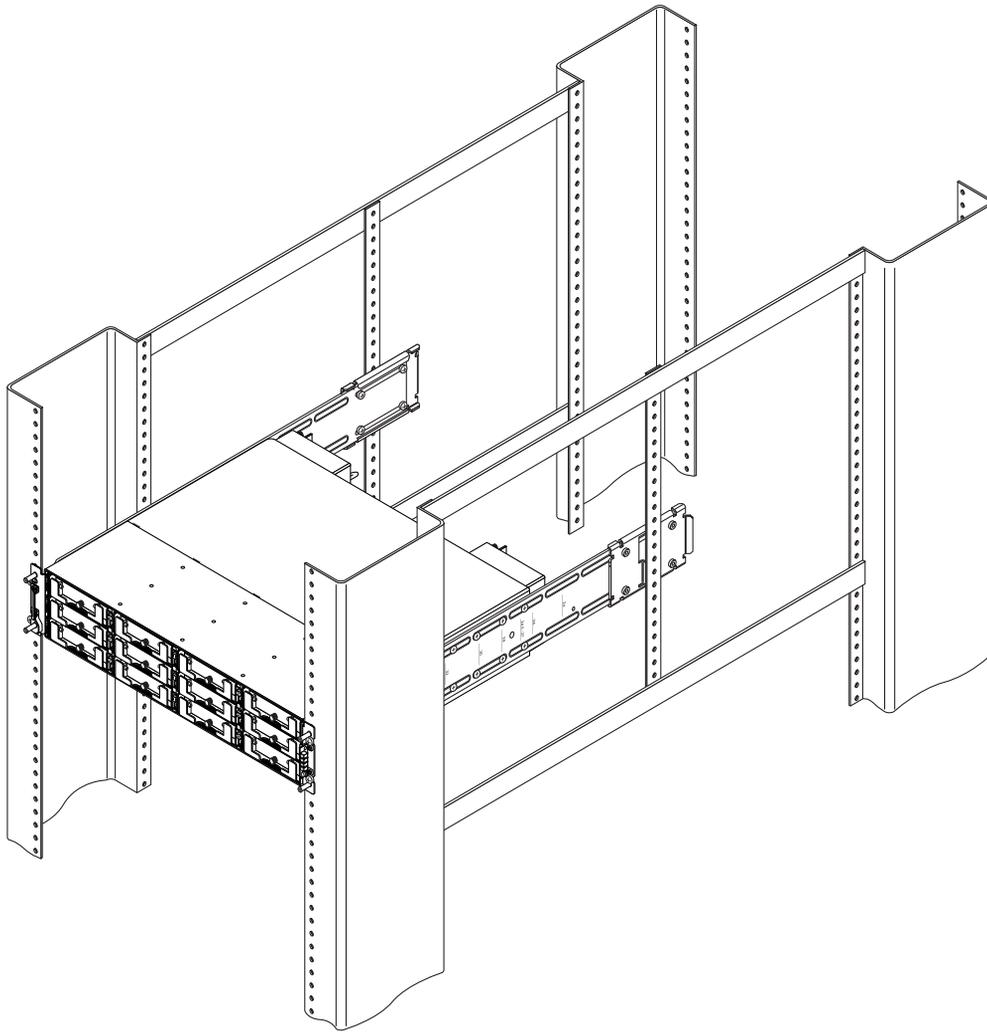

図 2-2 シャーシイヤーとベゼルを取り外してミドルブラケットを使用してラックマウントしたキャビネットアレイ (取り付け後)
- 奥行き 24.5 インチ (62.22 cm) でミドルおよびサイドブラケットを使用してキャビネットをマウントできます。図 2-2 は、ミドルおよびサイドブラケットを使用して Sun Fire キャビネットに Sun StorEdge 3000 Family 2U アレイを取り付けた状態を示しています。
取り付け作業中は、表 2-1 の部品リストおよび図 2-2 を参照してください。この表は、キャビネットにアレイを取り付けるために必要な主なコンポーネントとねじ類のリストです。